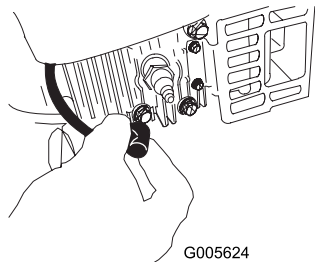

Figure 36
2. Débranchez le fil de la bougie avant d'effectuer un quelconque entretien (Figure 36).